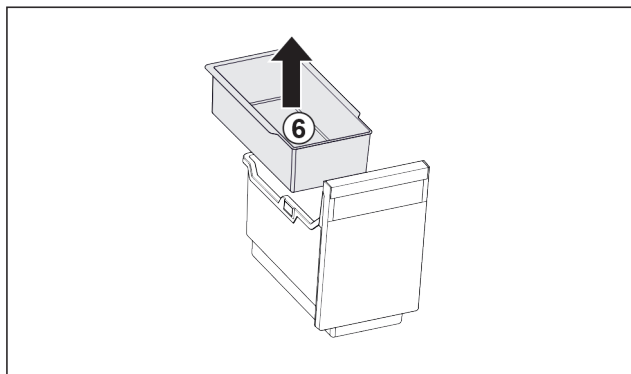

Fig. 105
- ▶ Ta ut brettet Fig. 105 (6).